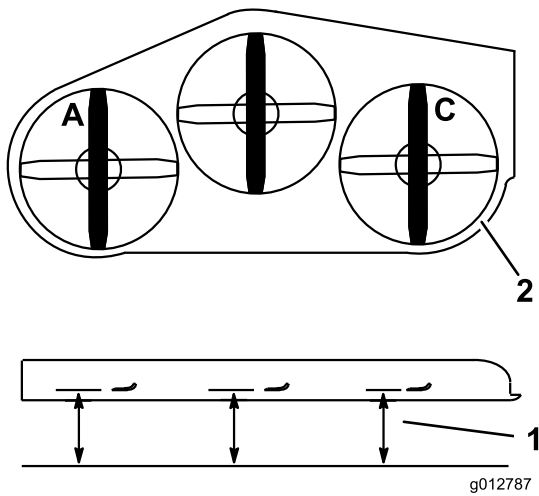

Figura 84
1. Posicionar a lâmina esquerda da parte dianteira para a traseira (Figura 84).
2. Meça a lâmina esquerda no local **A**, numa superfície nivelada à extremidade de corte da ponta da lâmina e registre esta medição (Figura 84).
3. Posicionar a lâmina direita da parte dianteira para a traseira (Figura 84).
4. Meça a lâmina direita no local **C**, numa superfície nivelada à extremidade de corte da ponta da lâmina e registre esta medição (Figura 84).
2. Posicionar a lâmina esquerda da parte dianteira para a traseira (Figura 84).
3. Meça a lâmina esquerda no local **A**, numa superfície nivelada à extremidade de corte da ponta da lâmina e registe esta medição (Figura 84).
4. Posicionar a lâmina direita da parte dianteira para a traseira (Figura 84).
5. Meça a lâmina direita no local **C**, numa superfície nivelada à extremidade de corte da ponta da lâmina e registe esta medição (Figura 84).